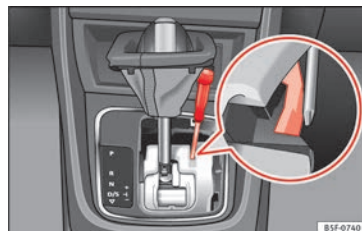

Abb. 55 Wählhebel: Notentriegeln aus der Parkstellung
- Drücken Sie seitlich mit Hilfe des Schraubendrehers auf die gelbe Entriegelungstaste und halten Sie sie gedrückt » Abb. 55.